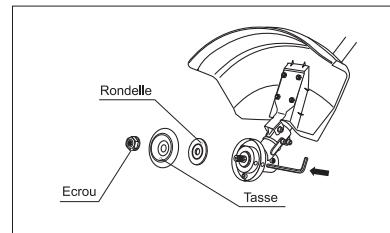

fig. 5
1. Réunissez les perforations de la boîte du réducteur et de la rondelle. Insérez une tige métallique d'arrêt ou la clé hexaèdre du set de fourniture dans les trous de la boîte du réducteur et de la rondelle. En tournant l'écrou dans le sens des aiguilles d'une montre, enlevez-le, ainsi que la boîte du réducteur et la rondelle de la broche du réducteur (fig. 5).